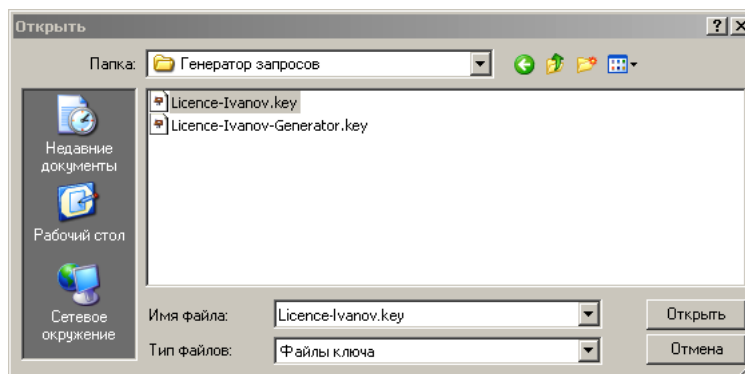

Рисунок 3.3
3) в рабочем окне «Открыть» (Рисунок 3.3.) необходимо найти и выбрать файл с лицензионным ключом с расширением .key, полученный от компании ООО «ЗВ Сервис»;
4) зарегистрировать лицензионный ключ SimInTech нажатием левой клавишей «мыши» на кнопку «Открыть» (Рисунок 3.3).
4) зарегистрировать лицензионный ключ генератора кода SimInTech нажатием левой клавишей «мыши» на кнопку «Открыть» (Рисунок 3.3).